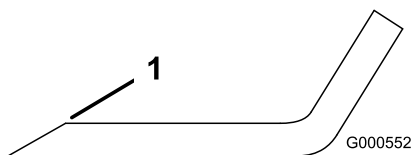

Bild 64
- Schärfen Sie die Schnittkante an beiden Enden des Schnittmessers mit einer Feile (Bild 64).
Hinweis: Feilen Sie, wenn das Schnittmesser nicht ausgewuchtet ist, vom Flügelbereich des Messers etwas Metall ab (Bild 64).